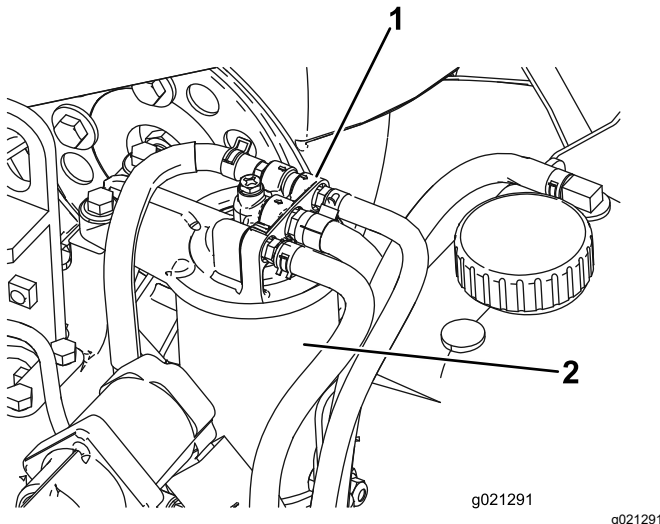

Figura 56
1. Limpie la zona alrededor del cabezal del filtro de combustible (Figura 56).
2. Retire el filtro y limpie la superficie de montaje del cabezal del filtro (Figura 56).